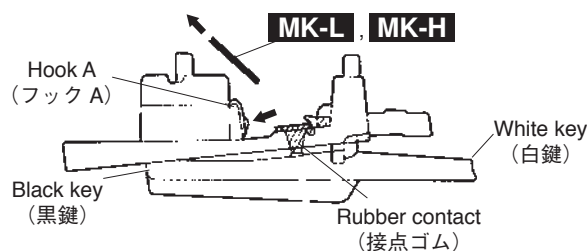

Fig. 9 (図9)
Remove the MK-L circuit board while pressing the seven (7) hooks A in the direction of the arrow. (Fig. 9)
24-5-2. Remove the MK-H circuit board while pressing the eight (8) hooks A in the direction of the arrow. (Fig. 9)
Remove the rubber contact. (Fig. 9) (Photo 5)
MK-L シートを止めているフック A 7 個を矢印の方向に押し外して、MK-L シートを外します。(図 9)
24-5-2. MK-H シートを止めているフック A 8 個を矢印の方向に押し外して、MK-H シートを外します。(図 9)
接点ゴムを外します。(図 9) (写真 5)